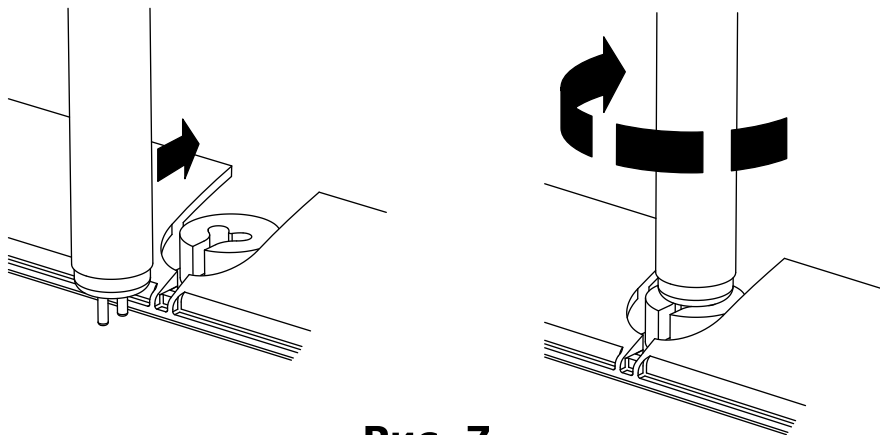

Рис. 7
9. Извлеките из упаковки три ультрафиолетовые лампы. Установите ультрафиолетовые лампы в ламповый блок. Для этого вставьте лампы в держатели на ламповом блоке и поверните на 90° до надежной фиксации (рис. 7, 8).